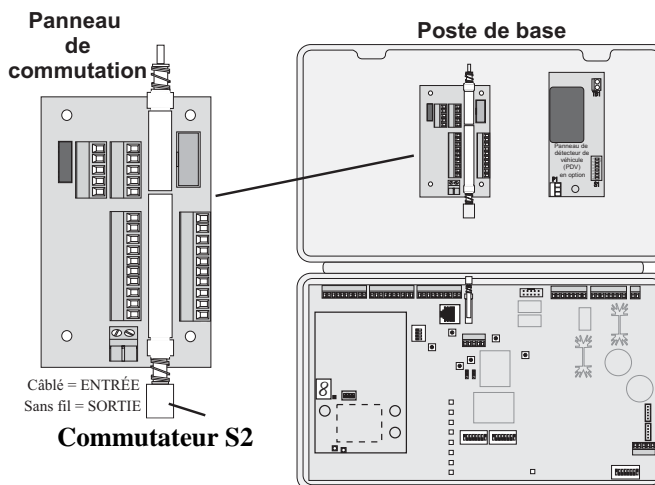

Figure 10. Commutateur S2 du panneau de commutation
- Recherchez le panneau de commutation illustré à la Figure 10. S'il n'y a pas de panneau de commutation, il ne sera pas possible d'utiliser un système de secours câblé.
- S'il y a un panneau de commutation, placez le commutateur S2 sur la position Entrée (IN) pour utiliser le système de secours câblé. *Lorsque vous utilisez le système Wireless IQ, le commutateur S2 doit être sur la position Sortie (OUT).*